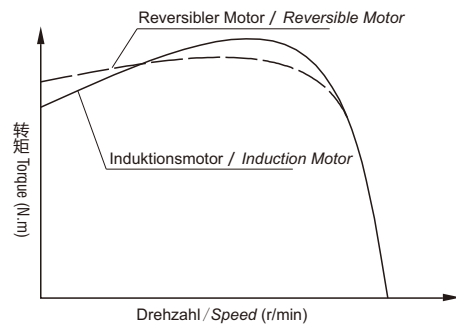

Bild 2 / Fig.2
3. Der reversierbare Motor wird wie der Induktionsmotor vom Kondensator gestartet und hat die gleiche Drehmomentcharakteristik wie der Induktionsmotor. Der reversible Motor ist jedoch mit einem höheren Startdrehmoment ausgelegt, um die momentanen Umkehrmerkmale zu erhöhen. Bitte überprüfen Sie Bild 2. Davon betroffen steigt der Eingangsverlust und der Temperaturanstieg ist höher als der des Induktionsmotors, daher beträgt das Zeitkontingent 30 Minuten.
The reversible motor, like induction motor, is started by the capacitor and has a same torque characteristic with the induction motor. But the reversible Motor is designed with a higher starting torque to increase the instant reversal features. Pls check Fig. 2.